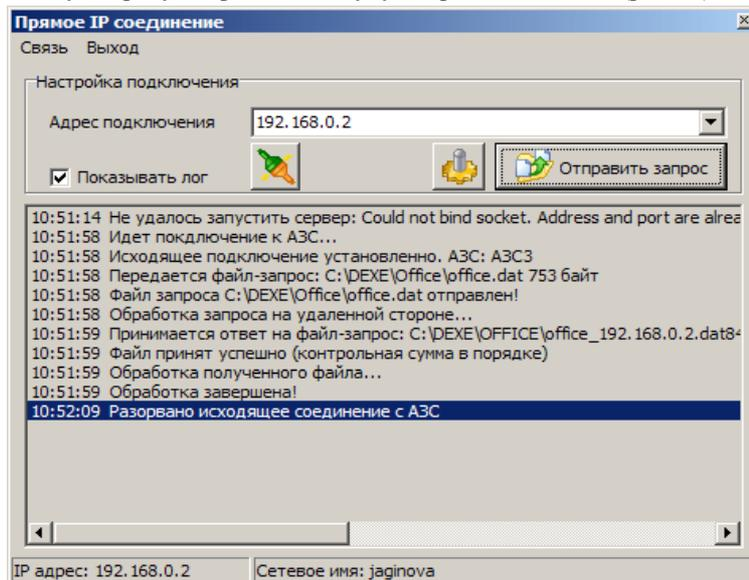

Рис. 36
- 4.Произойдет соединение по IP адресу с компьютером АЗС («ПТК АЗС Сервер» или «ПТК АЗС Менеджер») по полученному запросу в офис с АЗС будут переданы данные (рис.36).